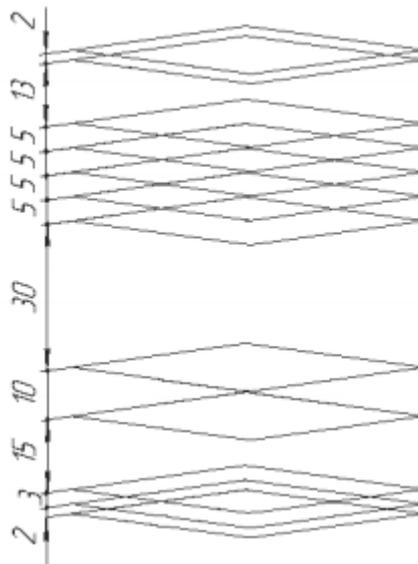

Рис. 1
11. Прервите команду -  (рис. 1).